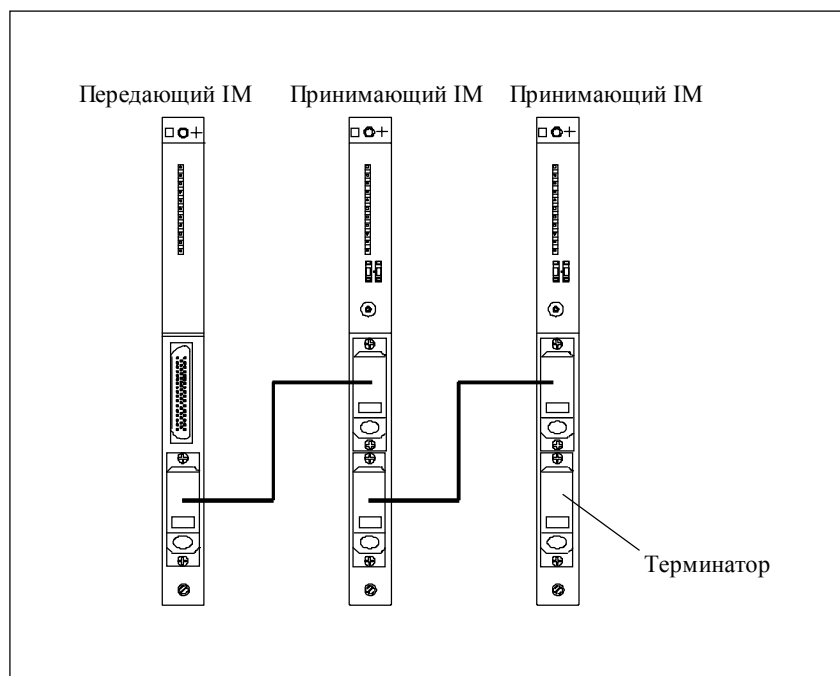

Рис. 6-16. Соединение между передающим ИМ и двумя принимающими ИМ
9. Соедините остальные принимающие IM, подключая каждый раз передающий интерфейс (нижнюю розетку разъема X2) к принимающему интерфейсу (верхняя вилка разъема X1) (см. рис. 6-16).
На рис. 6-16 схематически показано соединение между передающим ИМ и двумя принимающими ИМ.